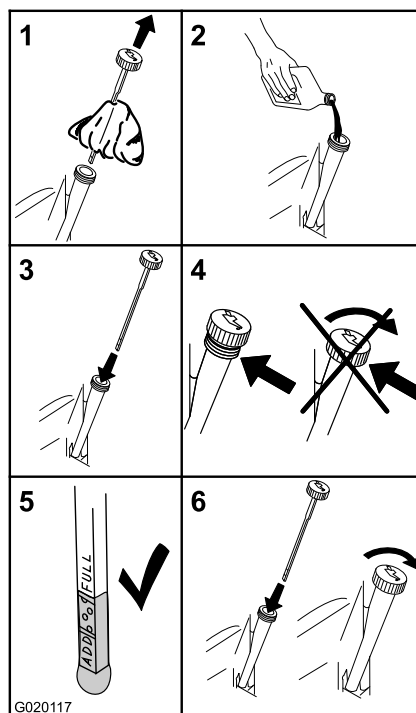

Figure 33
4. Versez lentement environ 80 % de l'huile spécifiée dans le tube de remplissage, puis faites l'appoint lentement jusqu'à ce que le niveau atteigne le repère maximum (**Full**) (Figure 33).